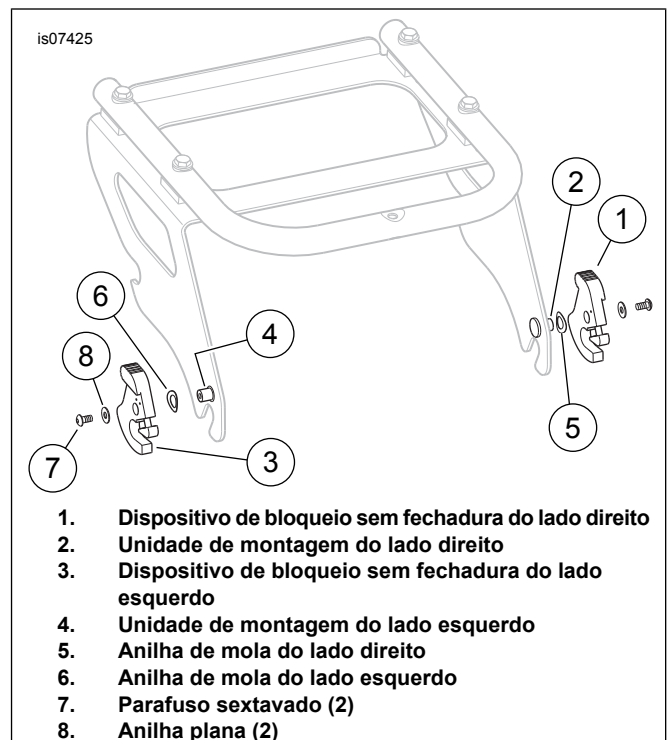
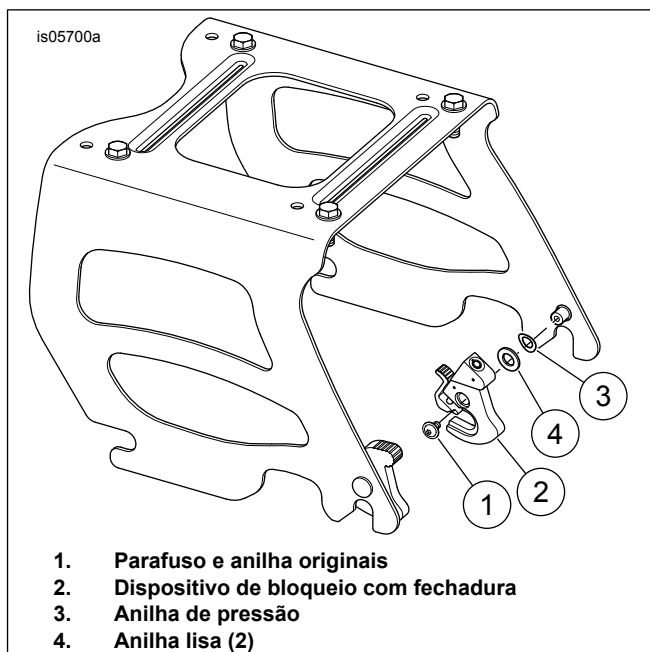

Figura 1. Troca de tranca (antes da configuração de troca mostrada)
Figura 5. Instalação na parte interna do lado direito
1. Ver Figura 1 . Remover o dispositivo de bloqueio sem fechadura do lado direito (1). Deixar a anilha de pressão do lado direito (5) na unidade de montagem do lado direito (2).
2. Remover o dispositivo de bloqueio sem fechadura do lado esquerdo (3). Deixar a anilha de pressão do lado esquerdo (6) na unidade de montagem do lado esquerdo (4). Instalar o dispositivo de bloqueio sem fechadura (3) na unidade de montagem do lado direito (2).
3. Instalar o dispositivo de bloqueio sem fechadura (1) na unidade de montagem do lado esquerdo (4).
Suporte Tour-Pak para dois ocupantes	Consultar a Figura 1, Troca de dispositivo de bloqueio, E Figura 5, Instalação na parte interna do lado direito
1. Ver Figura 5 . Remover o dispositivo de bloqueio sem fechadura do lado direito e descartá-lo.
2. Instalar a anilha chata (4) do kit sobre a anilha de mola na unidade de montagem.
4. Instalar o parafuso e a anilha originais (1).